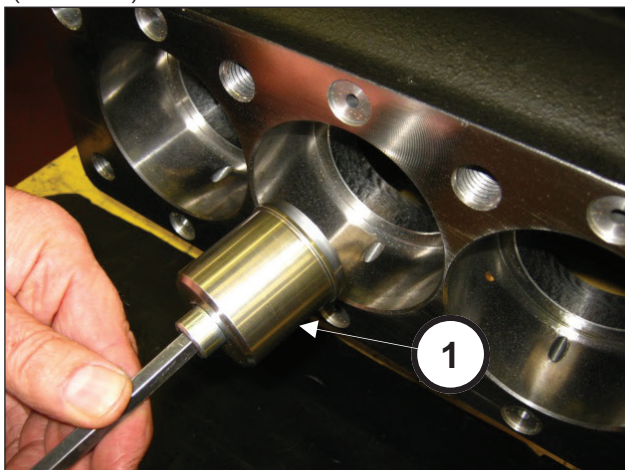
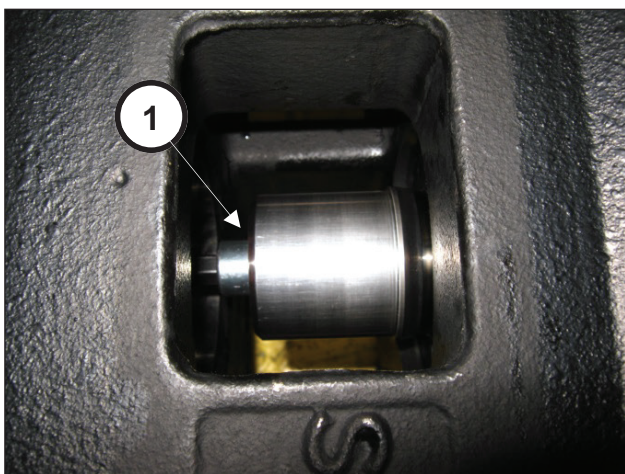

图 34
图 35
插入工具 (①, 图 34) 并将其拧紧到阀杆上, 直至拧到底 (①, 图 35)。
确保泵壳已彻底清洁后，将半连杆/柱塞导承组件插入泵壳管内(①, 图 35)。
锁定三个组件，可利用代码为27566200的工具(①, 图 34)。预装曲轴的轴承内环（从轴的两侧，直至到底），可利用代码为27604700的工具(①, 图 47) (①, 图 48)。